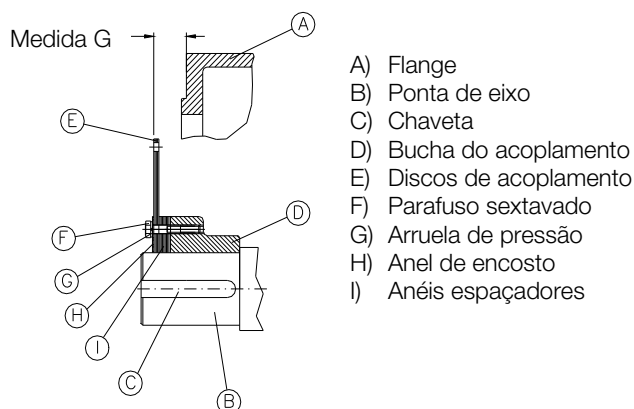

Figura 4.9 - Procedimento para alteração da medida G
Para isso basta retirar ou adicionar os **anéis espaçadores (I)**, conforme indicado na Figura 4.9.